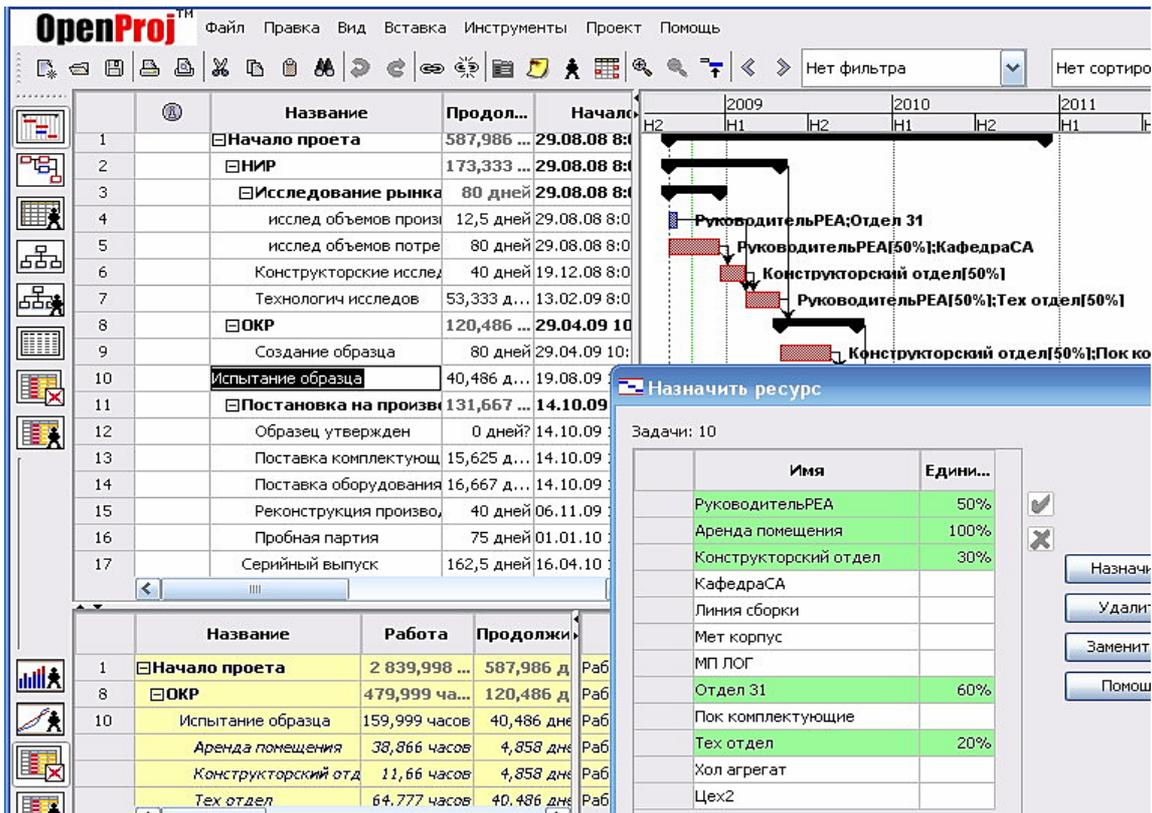

Рис. 3.11 — Представления «Назначение ресурсов работам»
14) Выровнять ресурсы (рис. 3.11—3.12). В меню *Вид*, вкладки *Представление Ганта* и *Ресурсная гистограмма*. Установив курсор на работу в *Представлении Ганта*, в разделенном окне в *Представлении График ресурсов (гистограмма)* отследить недогрузку и перегрузку ресурсов. Перераспределить ресурсы с резервных работ на критические (выровнять), чтобы общий объем ресурсной нагрузки соответствовал доступности ресурса в листе ресурсов. Одновременно обеспечить сжатие PERT-сети работ проекта по времени (для сдачи проекта в срок по исходному условию).